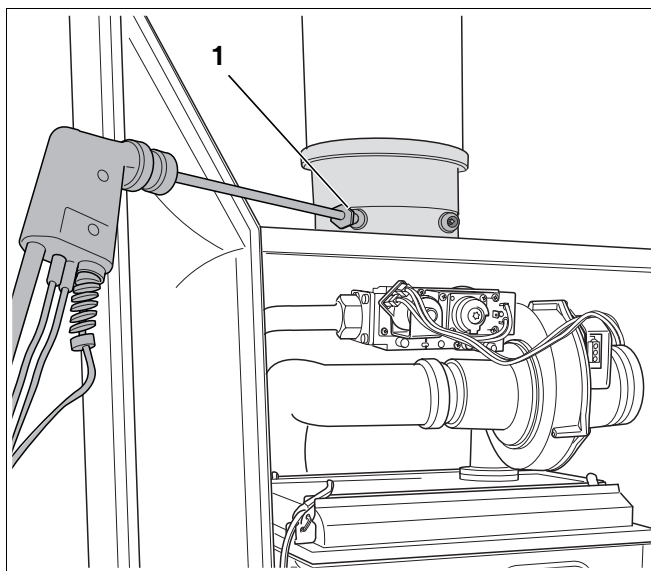

Fig. 88 Måling af kulilteindhold
- Fjern afdækningsklappen på målestedet til røggasser (fig. 88, **pos. 1**).
- Slut røggasanalyse-måleapparatet til på det venstre målested (fig. 88).
- Mål indholdet af kulilte på målestedet for røggasser (fig. 88).
- Montér afdækningsklappen på målestedet til røggasser (fig. 88, **pos. 1**) igen.